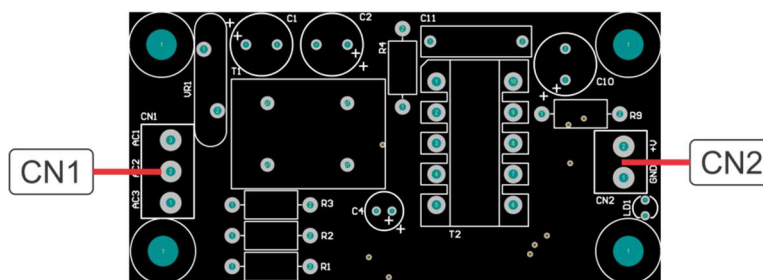

Figura 57: E250B – Conversor AC/DC
6.4.2 Conversor de interface RS485 para USB2.0; placa E180F, Figura 57.